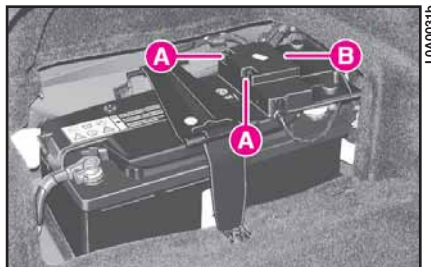

fig. 69
- 3) presione las aletas A (fig. 69) y quite la tapa B.